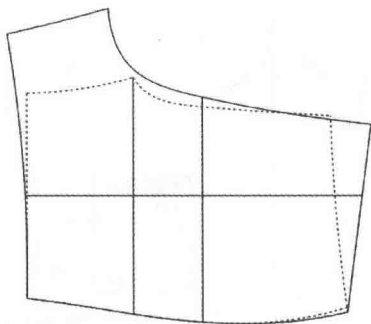

图 7-119 后片结构线
(38) 选择  【智能笔】工具将裤口线内侧缝端点与横裆端点相连。并用  【调整】工具调顺内侧缝线(图 7-119)。